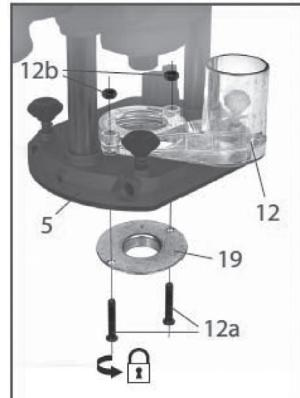

рис.10
Для осуществления фрезерования при помощи шаблона, фрезер обладает возможностью установки направляющей (копировальной) втулки (рис.10 поз.19).
- расфиксировать рычаг вертикального положения (рис.1 поз.3) для того, чтобы максимально увеличить рабочее расстояние между суппортом и опорной плитой (рис.10 поз.5);
- открутить винты (рис.10 поз.12a), крепящие патрубок пылеотвода (рис.10 поз.12) к опорной плате;
- гайки (рис.10 поз.12b) и патрубок пылеотвода с опорной платы не снимать;
- установить в отверстие пластиковой подошвы опорной плиты направляющую втулку (рис.10 поз.19) буртом вниз, совместив крепёжные отверстия;
- закрепить к опорной плате патрубок пылеотвода (рис.10 поз.12) и направляющую втулку винтами (рис.10 поз.12a).